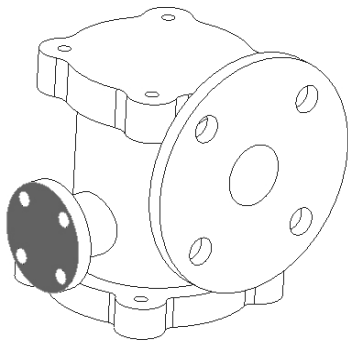
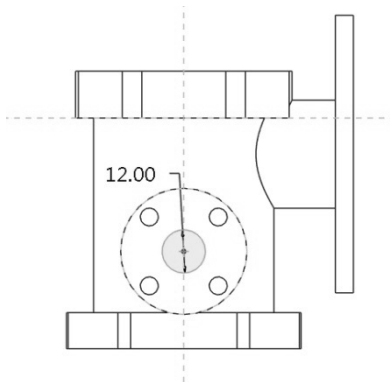

图 4-178 指定拉伸平面 2
图 4-179 拉伸切除剖面 2
(2) 以图 4-178 所示平面为绘图平面, 重复步骤 (1), 绘制如图 4-179 所示的截面。选择拉伸方式为 , 拉伸深度为 45, 单击 ✓ 按钮完成特征创建。